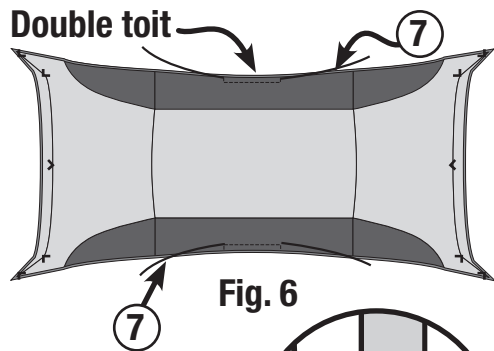

Fig. 6
- Insérez le mât de relevé dans le fourreau situé à l'intérieur du double toit. (Fig. 6)